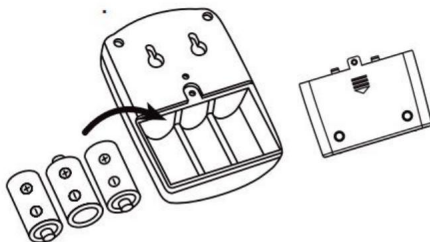

Fig. 5
- Legen Sie drei „C“-Batterien in den Empfänger ein. (Abb. 5)